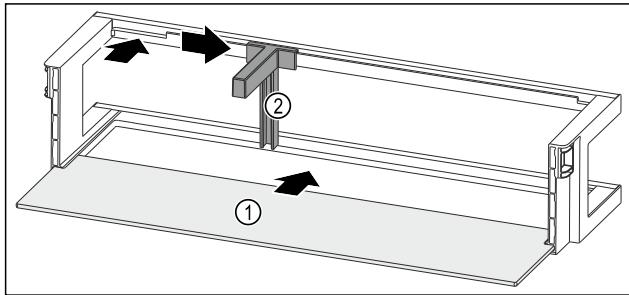

Fig. 101 带搁板的门边存放架
- ▶ 将搁板 Fig. 101 (1)推入侧面凹槽。
- ▶ 将瓶托 Fig. 101 (2)装入槽中。
- ▶ 将瓶托 Fig. 101 (2)推至一侧的所需位置。